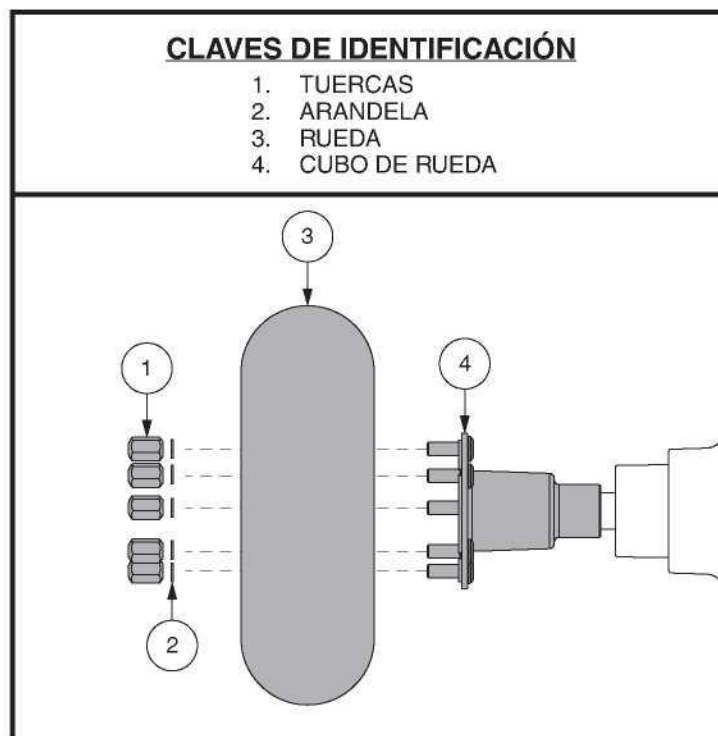

Figura 26. Extracción de la rueda de conducción
3. Retire las tuercas de la rueda de accionamiento del eje. Ver la figura 26.